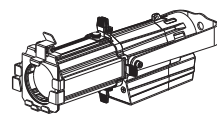

图2.1-1 水平放置图
- ◆ 先把吊挂下架固定在所放置的地方，可调节角度，如图2.1-1所示。